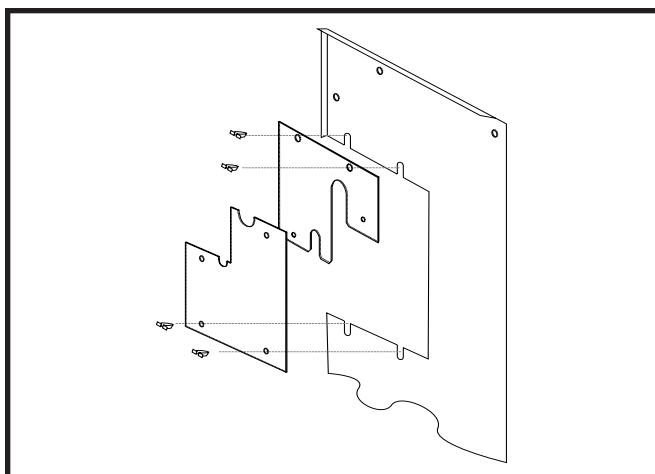

Figure 8. Ensemble plaque de fermeture
5. Glissez les plaques de fermeture autour des conduites de frigorigène et installez les agrafes en pointe fournies. Voyez la Figure 8.